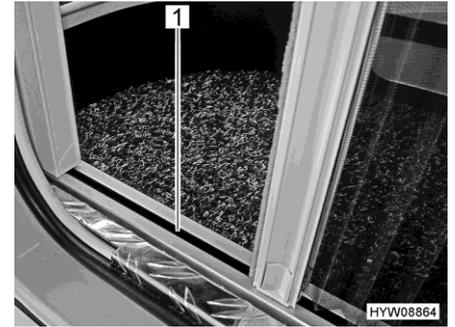

Fig. 19 Protección contra insectos (guía inferior)
- ▷ Agarrar el agarradero con ambas manos para cerrar y abrir. De este modo, se reduce el riesgo de que la protección contra insectos quede agarrotada en las guías (Fig. 19,1).